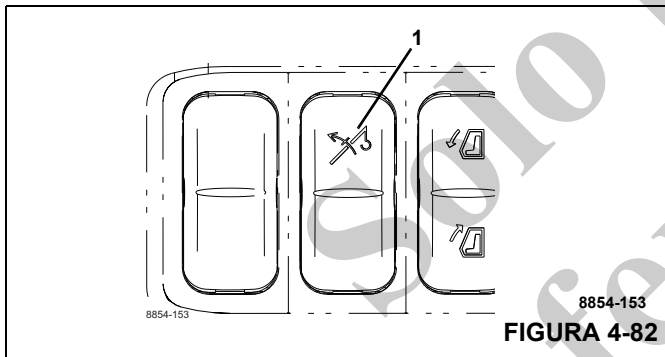

FIGURA 4-82
- Libere el interruptor en 1 pulg (Figura 4-82).